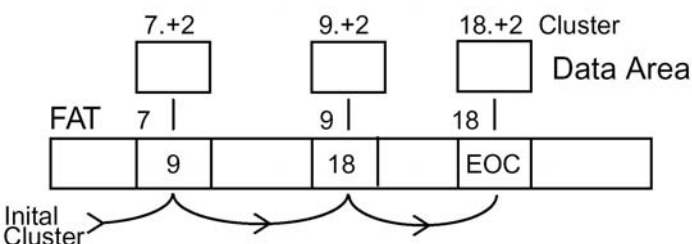

Bild 4: Liste in FAT
Der Inhalt der FAT sind Zeiger und Token (Tabelle 3). Ausnahme ist das „media descriptor“-Byte in FAT(0). Es entspricht „Media“ im Bootsektor (Tabelle 1), aber es werden die die oberen Bits gesetzt, also Fxx (FAT12) bzw FFxx (FAT16). Ihm folgt in FAT(1) ein EOC. Dieses „End Of Chain“ ist der Stopper einer Teilliste (Bild 4).
Zweck der FAT ist es, für Files Speicherbereiche variabler Länge zu ermöglichen. Diese werden als verkettete Liste dargestellt (Bild 4), wobei die Adresse in der FAT den belegten Cluster angibt, während der Inhalt entweder auf den nächsten Cluster zeigt, oder der Stopper FFF (FAT 12) bzw. FFFF (FAT16) ist. Die anderen EOC-Werte sind ungebräuchlich.